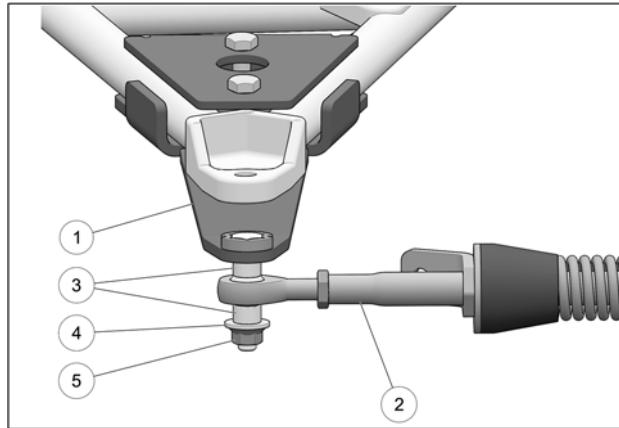

Fig. 16
- Attach the stabilizing rod (2) to the anchor bracket (1), using the two spacer bushings (3), flat washer (4) and nut (5). Torque to 70 N·m [52 lb·ft]. Refer to Fig. 16
7. Fixer le bras stabilisateur (2) au boulon déjà installé sur l'ancrage de suspension (1) à l'aide des deux espaces (3), de la rondelle (4) et de l'écrou autobloquant (5). Serrer à un couple de 70 N·m [52 lb·pi]. Voir la Fig. 16